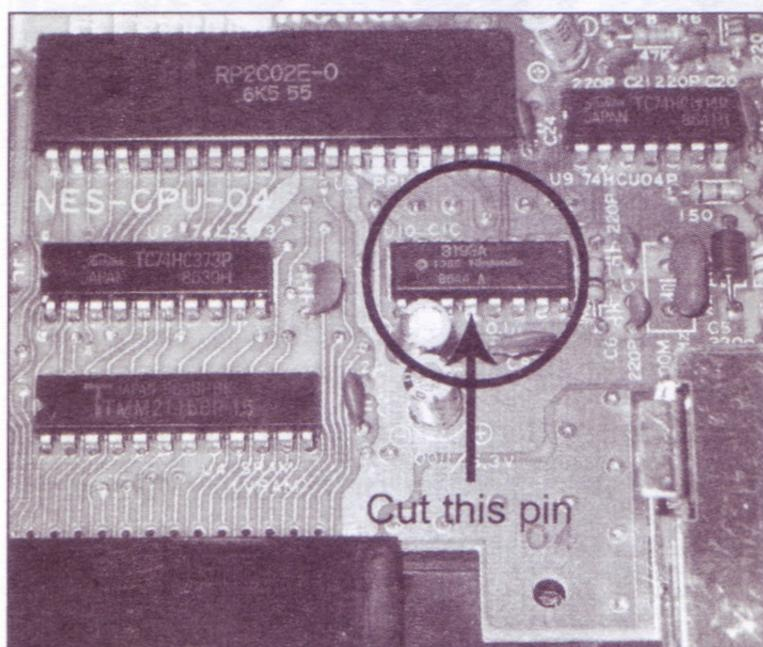

Figura 6.30 Ingrandimento della scheda dei circuiti NES con indicazione del Lockout Chip.
2. Ora, con le forbici tagliafilì, tagliate il piedino 4 di U10 (indicato con U10 CIC sulla serigrafia, come mostrato nella Figura 6.30) il più vicino possibile alla scheda dei circuiti.